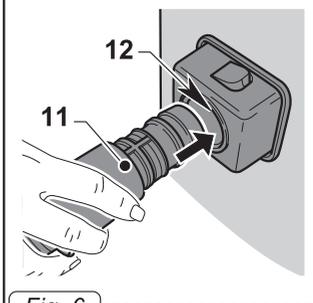

Fig. 6
- Вставить до ограничителя муфты (11 Рис. 6) всасывающего шланга в патрубков (12 Рис. 6), расположенный на баке.
- Чтобы освободить рукав (11 Рис. 6) нажмите и удерживайте кнопку (13 Рис. 6), затем потяните гильза (11 Рис. 6).
- Вставить до ограничителя муфту (11 Рис. 6) всасывающего шланга в патрубок (12 Рис. 6), расположенный на баке.